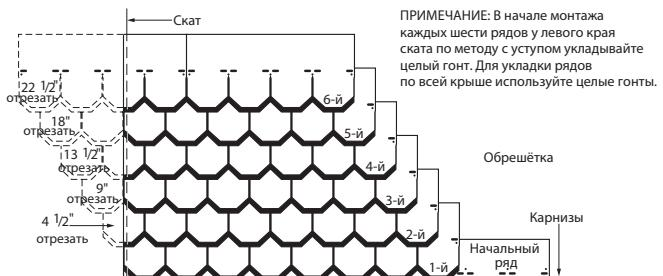

Рис. 16-15. Шесть вверх, на 11,4 см обрезка (гонт Carriage House).
2. Вбейте гвозди в начальный полосовой гонт примерно на 3,8 см выше нижнего края таким образом, чтобы они были выровнены по центру под язычками гонта первого ряда. Продолжите укладку вдоль карнизов, используя целые гонты размером 25,4 x 91,4 см (Рис. 16-15).
1-Й РЯД: Уложите целый гонт в левом нижнем углу крыши, расположив язычки бровень с начальным рядом (Рис. 16-15).